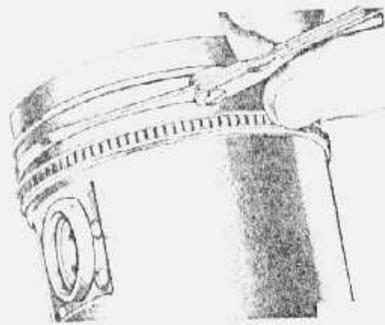

fig. 25 — folga lateral dos anéis
6. Verificar a folga lateral dos anéis de compressão, com um calibrador de lâminas, colocando-o entre o anel e a canaleta do êmbolo (fig. 25). O calibrador deve deslizar livremente em toda a volta do êmbolo sem haver travamento.